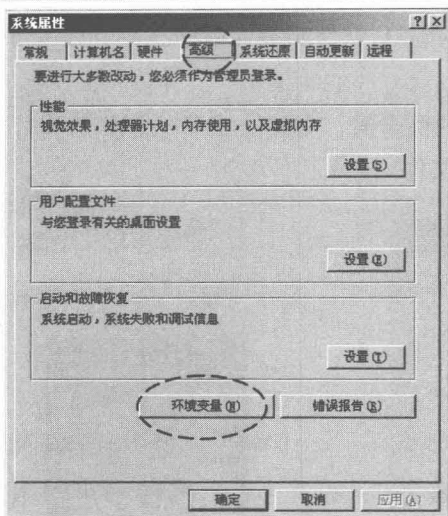
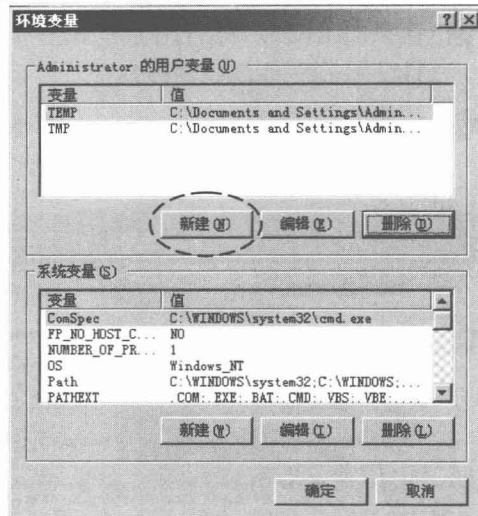

图 1-1 “系统属性”对话框
图 1-2 “环境变量”对话框
- 2 弹出“系统属性”对话框，切换至“高级”选项卡，如图 1-1 所示。单击  按钮，弹出“环境变量”对话框，如图 1-2 所示。